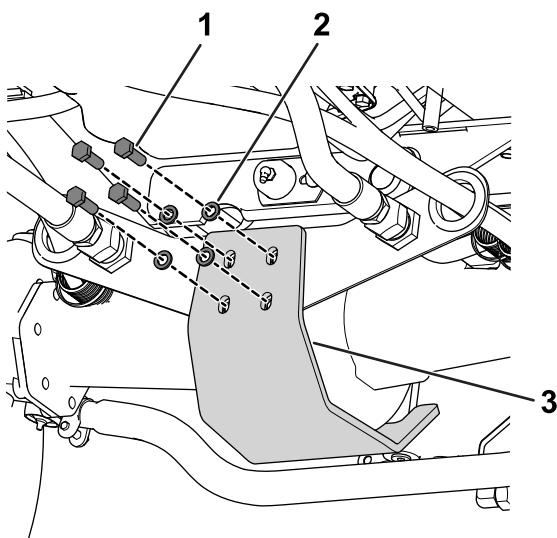

Figura 2
2. Utilizzate 4 bulloni (M10 x 30 mm) e 4 rondelle a bobina elastica per fissare il paramotore posteriore alla piastra di supporto (**Figura 2**).